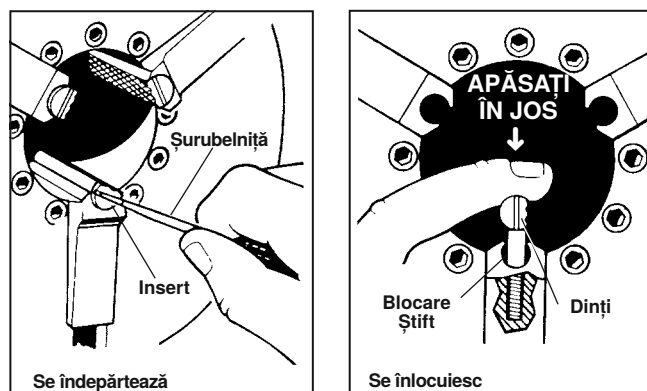

Figura 31 – Înlocuirea inserturilor bacurilor
1. Puneți șurubelnița în fanta de inserție și o rotiți 90 grade în oricare direcție. Scoateți insertul (Figura 31).
2. Așezați insertul lateral pe știftul de blocare și îl apăsați în jos cât mai mult posibil (Figura 31).